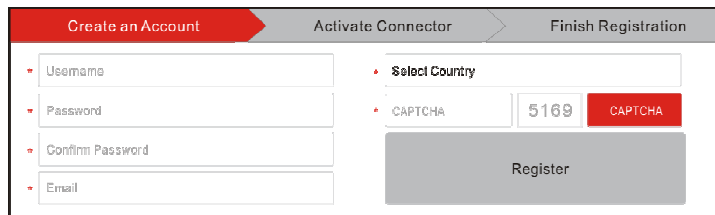

Fig. 4-3
1. Wenn Sie ein neuer Benutzer, Tippen Sie auf „Neu registrieren“. Siehe Abb. 4-3.
A. Erstellen App Konto In Bild 4-3, füllen Sie die Informationen in jedem Feld und tippen Sie dann auf „Registrieren“, wird ein Bildschirm ähnlich dem folgenden erscheint.: